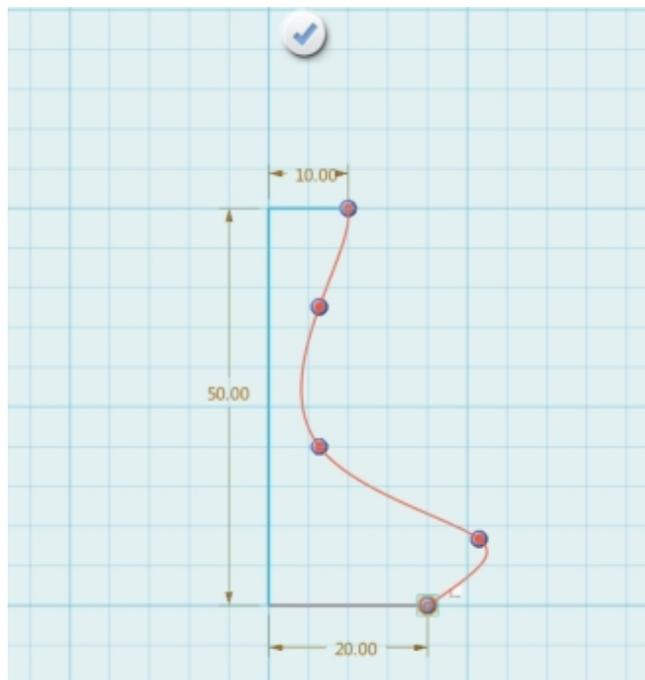

图7-1-6 绘制花瓶曲面轮廓
④绘制花瓶曲面轮廓。在软件左侧工具栏上单击“草图绘制” →“曲线”按钮，绘制花瓶曲面轮廓，使曲线上下两个端点与直线的端点重合，如图7-1-6所示。